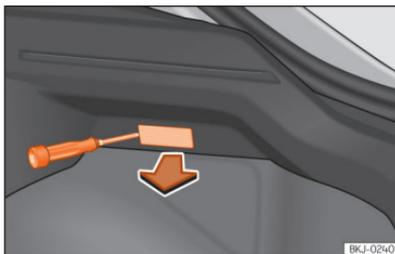

Fig. 174 Luz da bagageira.
- Extraia a tulipa pressionando o rebordo da parte interior da mesma, com a ajuda da parte plana de uma chave de parafusos »» **Fig. 174.**